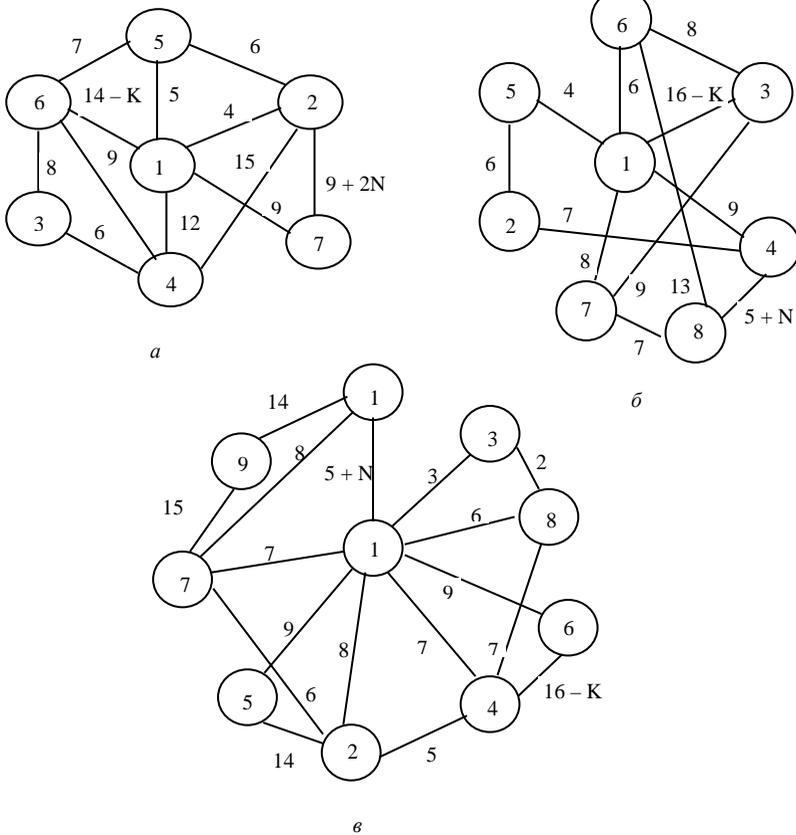

Рис. 3.9. Газовая сеть
**Задача 3.8.** Сельскохозяйственное предприятие планирует газифицировать свои населенные пункты. Структура планируемой газовой сети и расстояние между центральной усадьбой сельскохозяйственного предприятия и населенными пунктами приведены на рис. 3.9, *a–в*. Требуется спланировать наиболее экономичную газовую сеть, используя алгоритм построения минимального покрывающего дерева.